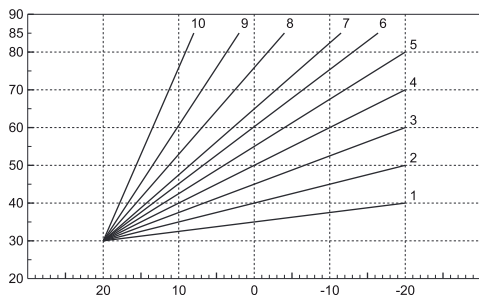

fig. 24 - Curve di compensazione
- **Curve:** selezionare questa voce e agire sui tasti "+" e "-" lato sanitario (  ) per regolare la curva desiderata da 1 a 10. Regolando la curva a 0, la regolazione a temperatura scorrevole risulta disabilitata (vedi fig. 24 - Curve di compensazione).